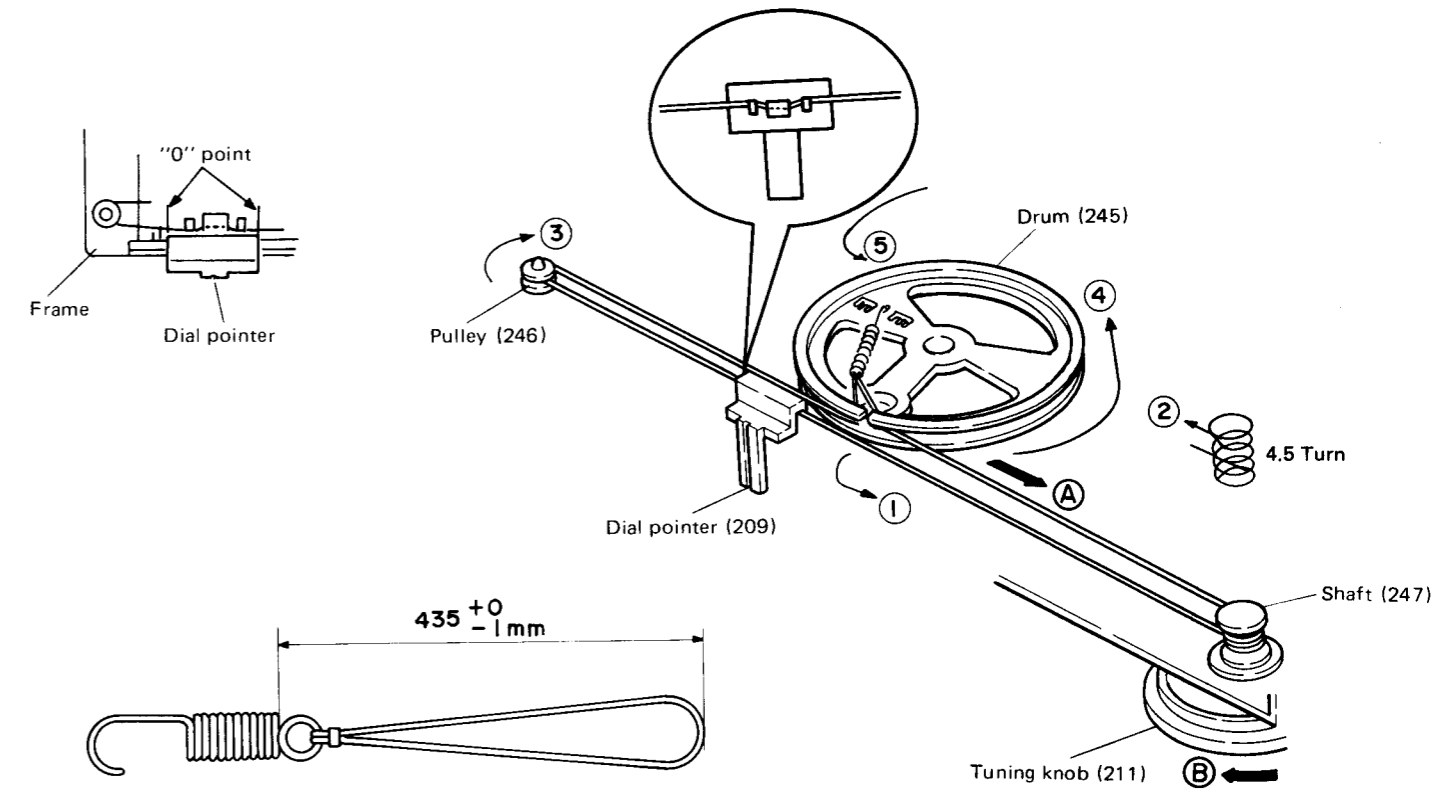

Figure 8-1
1. Turn the drum fully in the direction (A) shown in Fig. 8-1 and stretch its cord over the parts in the numerical order.
2. Then turn the tuning control shaft fully in the direction (B) shown in Fig. 8-1 and fix its pointer as shown in Fig. 8-1.
1. Die Trommel gemäß Abb. 8-1 bis zum Anschlag in Richtung (A) drehen, dann die Schnur in der numerischen Reihenfolge über die einzelnen Teile spannen.
2. Die Abtaststellerachse gemäß Abb. 8-1 bis zum Anschlag in Richtung (B) drehen, dann den Zeiger gemäß Abb. 8-1 befestigen.
1. Tourner le tambour entièrement dans le sens (A) montré sur la Fig. 8-1 et passer le cordon sur les organes indiqués et dans l'ordre numérique.
2. Tourner l'arbre de commande d'accord entièrement dans le sens (B) montré sur la Fig. 8-1 et fixer son index comme le montre la Fig. 8-1.